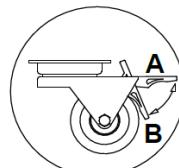

Abb. 7 Radsatz
- Stellen Sie das Gerät auf eine ebene und ausreichend harte Unterlage und richten Sie es mit den Füßen aus. Verwenden Sie bei mobilen Geräten eine Radsperrre, um zu verhindern, dass sie sich während des Betriebs bewegen (Abb. 7).